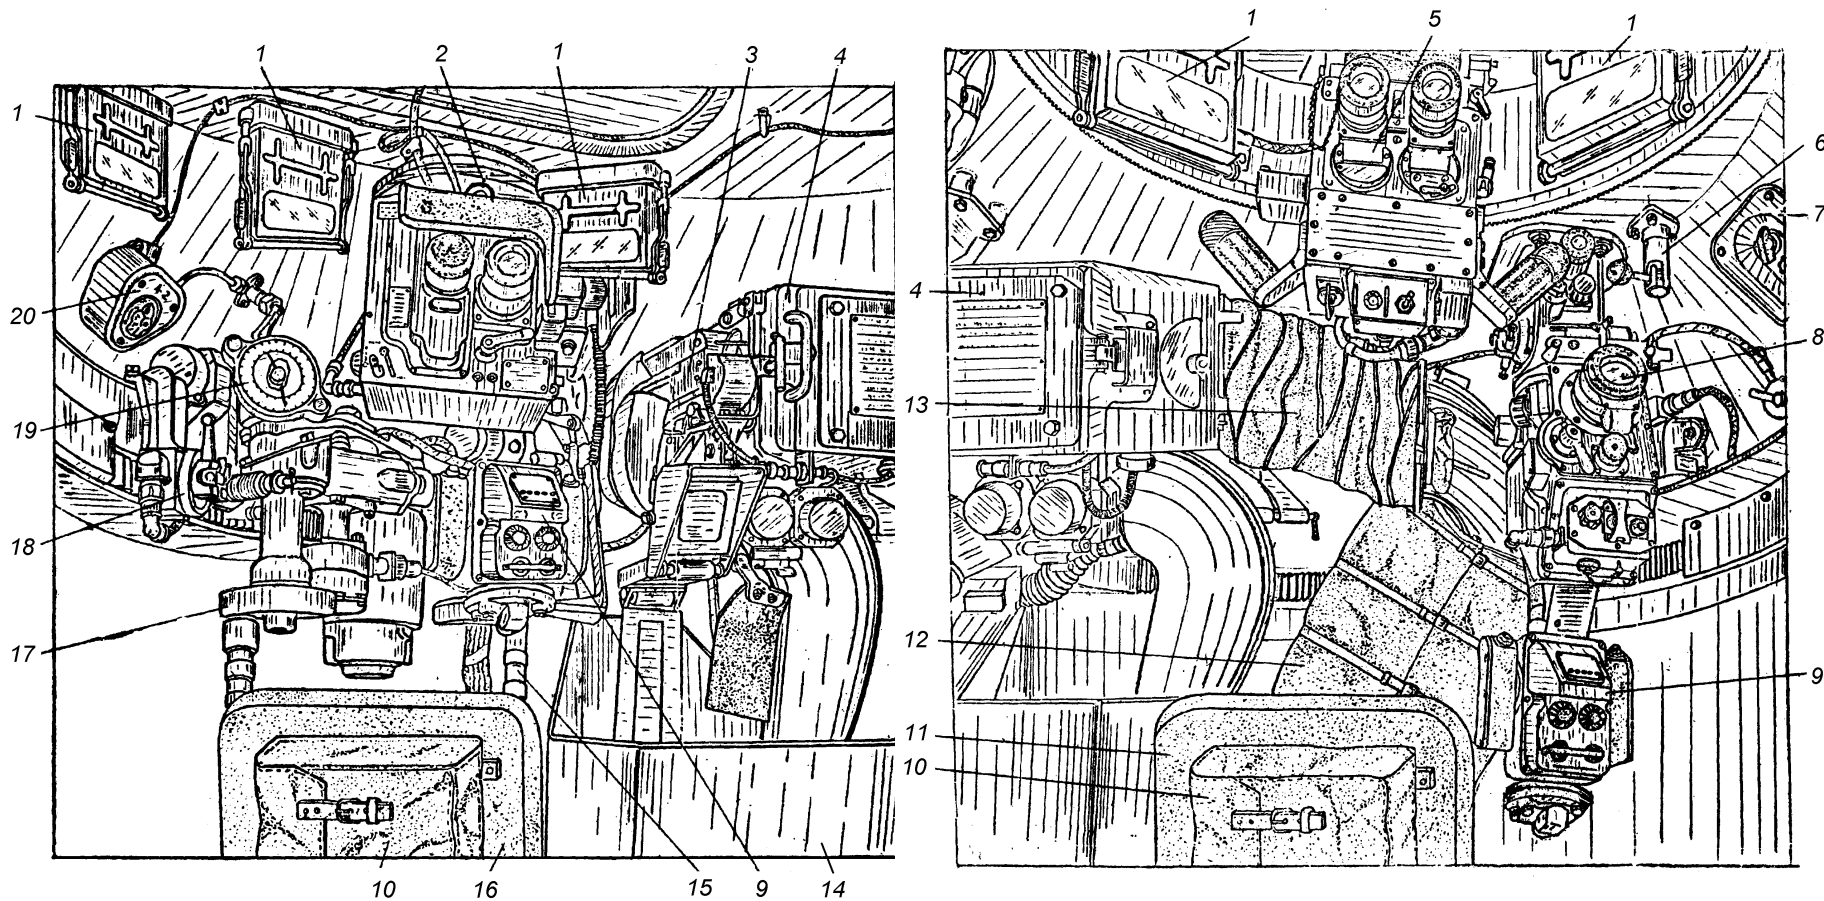

Рис. 2. Робочі місця командира та навідника-оператора БМП-2
**На робочому місці командира** розміщено (рис. 2):
**На робочому місці навідника-оператора** (рис. 2) розміщено: